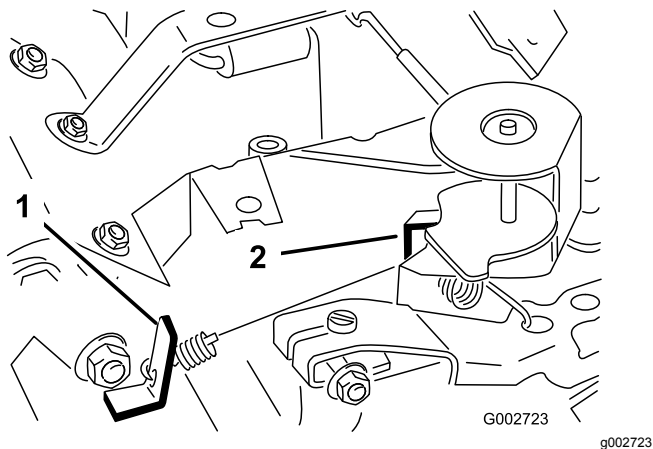

Figura 40
3. Dobre o batente da mola de velocidade intermédia (Figura 40) até obter uma velocidade de 1.675 ± 1.175 rpm.
6. Dobre o batente da mola de velocidade elevada (Figura 40) até obter uma velocidade de 3.350 ± 3.450 rpm.